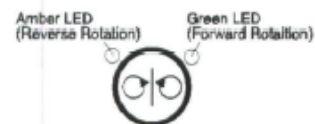

Рис. 3-12 Переключатель выбора направления вращения электромотора.
(10) Переключатель выбора направления вращения электромотора (опционально) (Рис. 3-12)